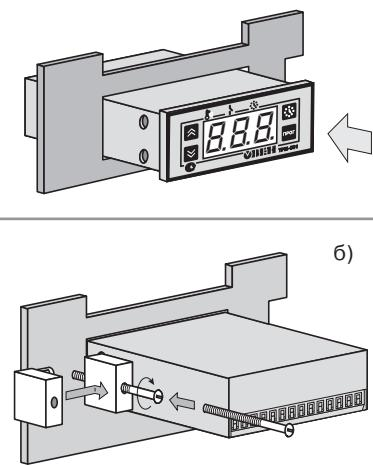

Рис. 5
1. Вставьте прибор в отверстие щита, рис. 5, а.
2. Вставьте 2 фиксатора в отверстия на двух боковых стенках прибора, рис. 5, б.